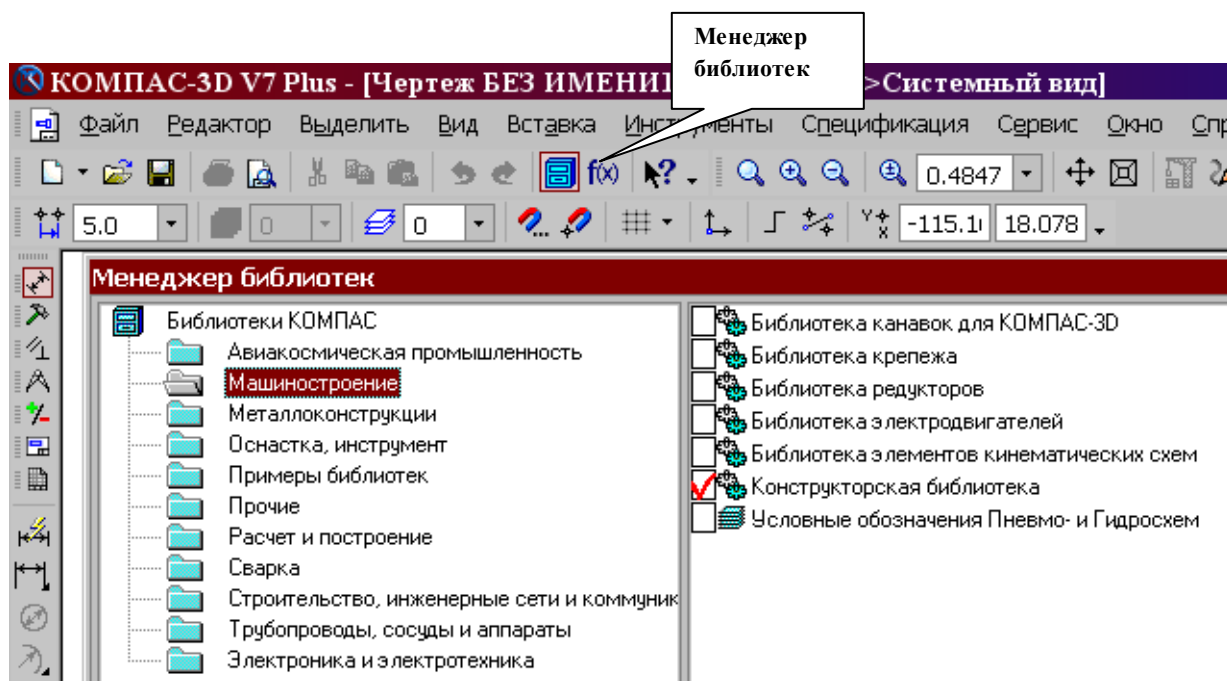
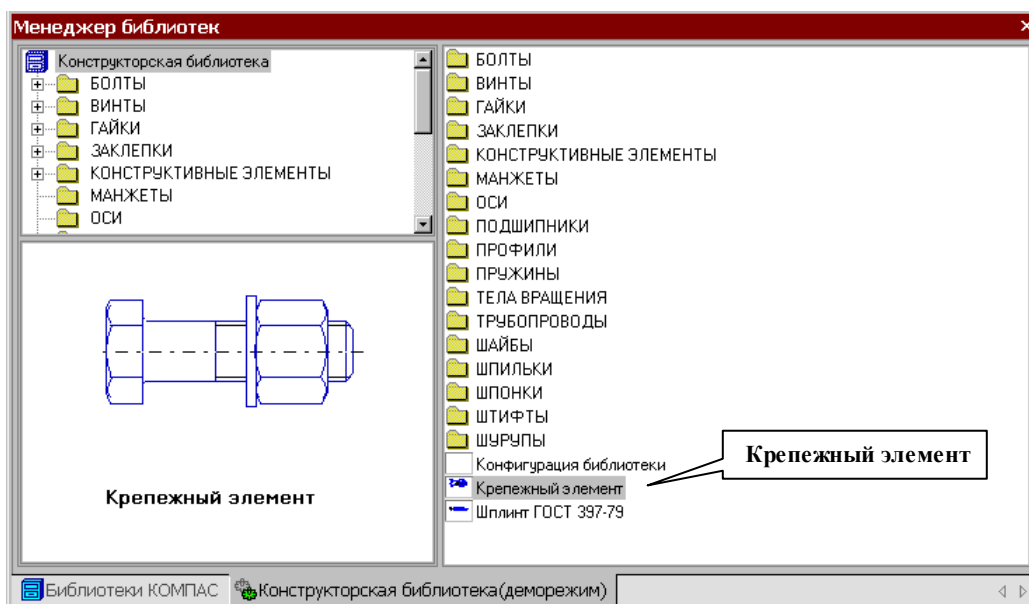
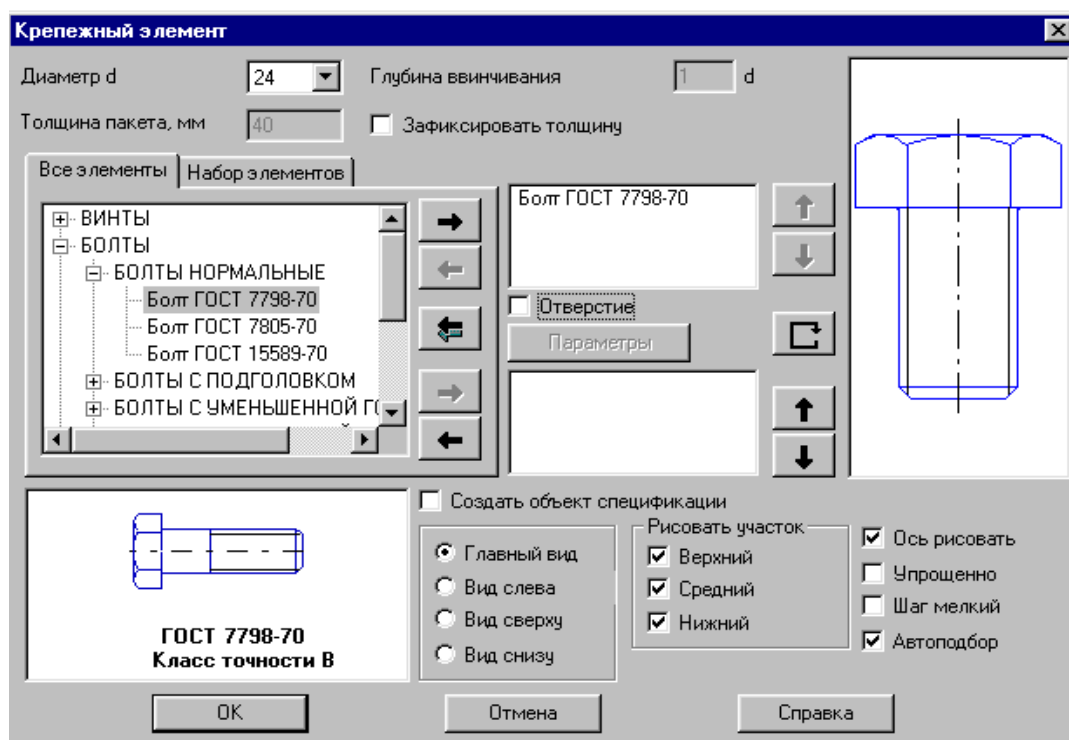

Рис.119 Менеджер библиотек
Рис.120 Конфигурация Конструкторской библиотеки
Рис.121 Выбор болта в окне **Крепежный элемент**
1. Нажмите на кнопку  Менеджер библиотек (рис.119). На экране появится окно Менеджера библиотек, в левой части которого отображается список разделов Менеджера библиотек. Для того чтобы посмотреть содержимое раздела следует щелкнуть по его названию, в правой части окна отобразится структура раздела.
На рис.119 в левой части окна показаны библиотеки системы КОМПАС, в правой части – содержимое библиотеки Машиностроение.
3. Двойным щелчком запустить Конструкторскую библиотеку (рис.119). В Конструкторской библиотеке (рис.120) представлены данные, сгруппированные в разделы: болты, гайки, шайбы и т.д. Чтобы открыть раздел, нужно щелкнуть левой кнопкой на знаке плюс (+), расположенного слева от заголовка раздела, при этом открываются строки подменю: различные виды болтов, гаек и т.д. Для того чтобы свернуть раздел, щелкните на значке минус, появившегося на месте знака плюс после того, как раздел развернулся. Если выделить в списке элемент раздела, то в правой части окна появится его изображение.
3. Для проектирования резьбовых соединений в Конструкторской библиотеке нужно выбрать раздел: **Крепежный элемент** (рис.120). В открывшемся окне (рис.121) выбираем вкладку **Все элементы**. Работа в
В окне Крепежный элемент (рис.121) представлены данные на различные виды крепежных элементов, например, болты различных форм и размеров. После выбора стандарта болта (ГОСТ 7798-70 для всех вариантов) необходимо задать номинальный диаметр (d) его резьбы, выбрав его из базы данных стандартных значений. Ряд открывается, если нажать на небольшой черный треугольник, расположенный справа в окне значений диаметра d. Кроме этого нужно зафиксировать толщину пакета зажимаемых деталей, вводя это значение с клавиатуры. Можно не фиксировать толщину пакета, при этом болт на чертеже будет «резиновый», его можно растянуть до нужной длины. Шаг резьбы болта выбирать крупный.